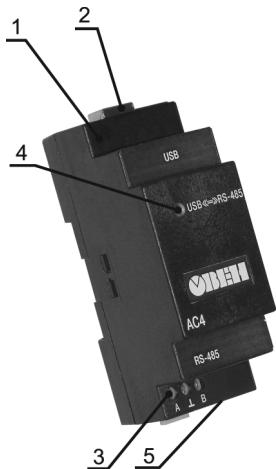

Рис. 4.1. Внешний вид прибора AC4
4.2. Внешний вид прибора приведен на рис. 4.1.